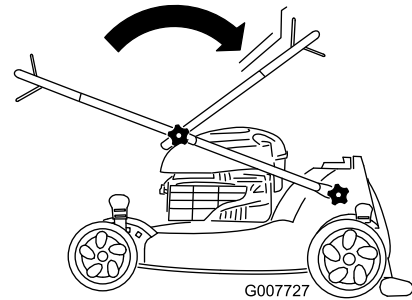
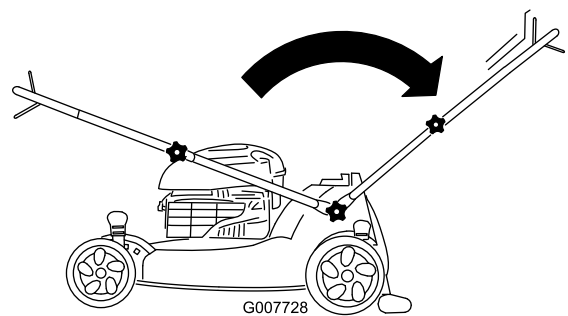

Рисунок 3
Рисунок 4
1. Разложите рукоятку, как показано на Рисунок 3 и Рисунок 4.